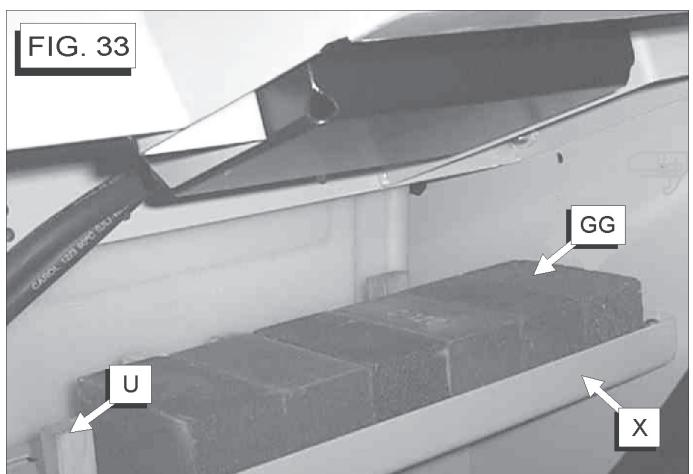

FIG. 33
| X.  | Tool Storage Area: Holds 6 Extra 2 x 2 x 4"Tools [GG], & 9 Extra Wooden Wedges [U].[FIG. 33]. | SS2.  | Lockwasher, .500", Split Type.                                   |
- X. Compartiment de rangement : Peut contenir 6 outils de 2 x 2 x 4 po [GG] et 9 coins en bois [U]. [FIG. 33].